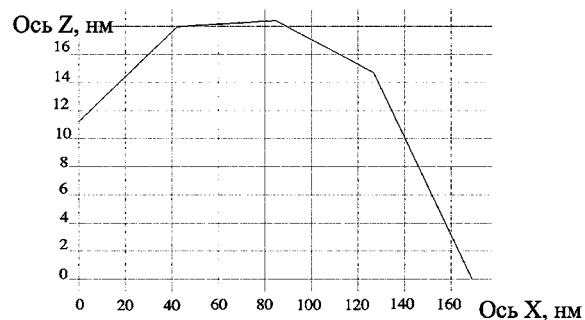

Рис. 6. График, позволяющий определить размер островка
15. Программа строит график (рис. 6), по которому определяется размер островка.